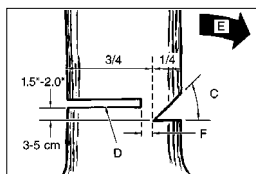

Abb. 13
ACHTUNG: Treten Sie nie vor einem Baum, der eingekerbt ist. Führen Sie den Fallschnitt (D) auf der anderen Seite des Baumes ca. 3,5 cm oberhalb der Kerbkante (C) aus (Abb. 13).